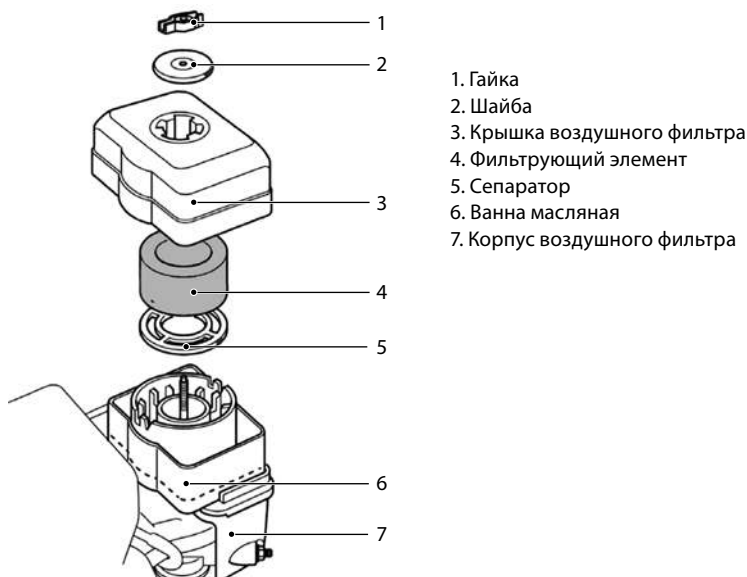

Рис. 21
1. Открутите гайку, снимите шайбу и крышку воздушного фильтра (рис. 21).